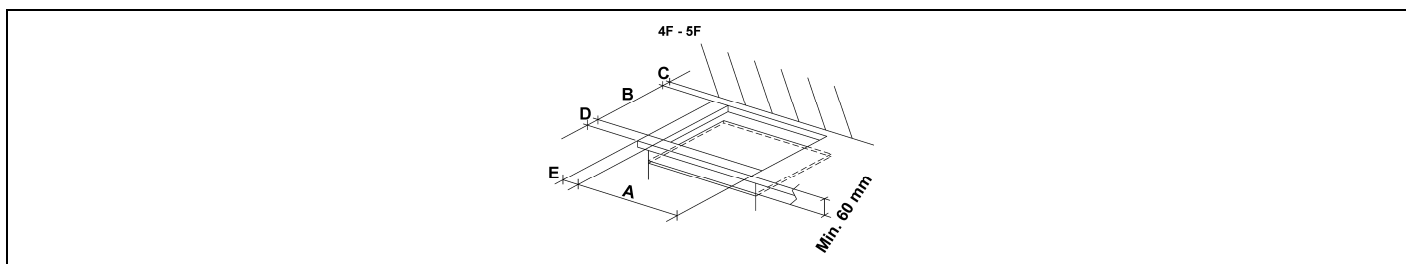
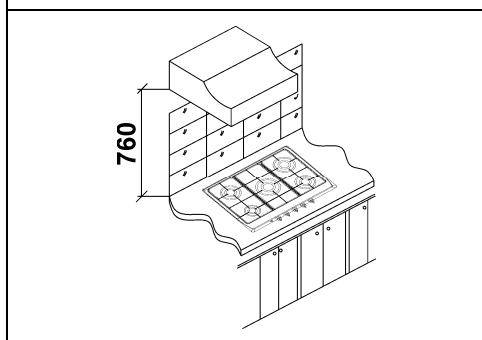

РИС. 7
РИС. 8
На поверхности рабочего стола следует сделать прямоугольное отверстие для встраивания плиты, размеры которого приведены на рис. 7. Предварительно следует проверить соответствие минимальных допусков поверхности, в которую должен быть встроен прибор (см. рис. 8).
- Во избежание случайного соприкосновения с горячей варочной панелью во время проведения работ, необходимо установить деревянную прокладку, прикрученную болтами на минимальном расстоянии 60 мм от верха (см рис. 7).